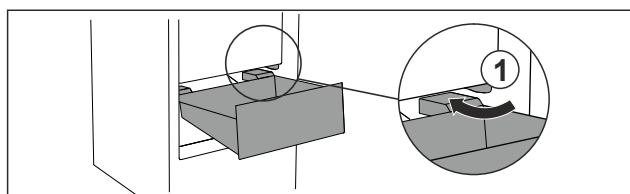

Fig. 115
- Poprowadzić szufladę ukośnie wokół stoperów Fig. 115 (1).